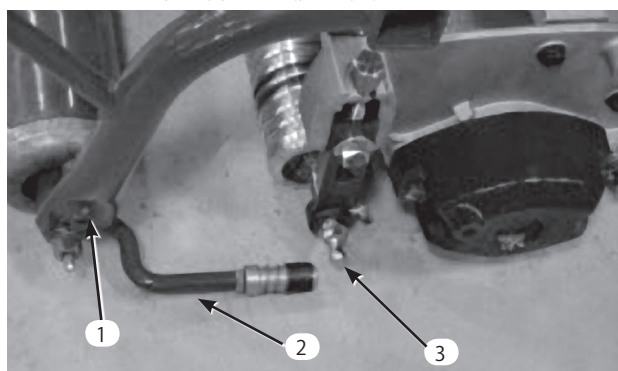

図10
2. カッティングユニット両端にそれぞれワッシャとボールスタッドを取り付ける（図10）。